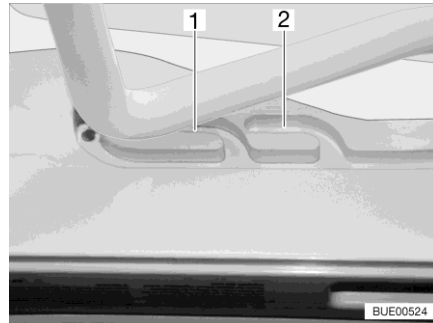
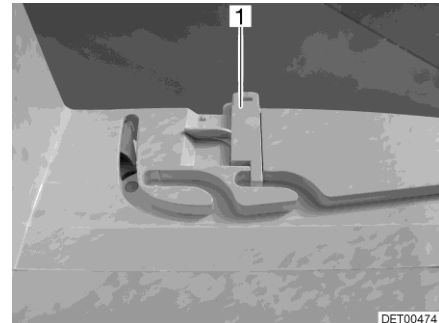

Bild 89 Spår (ventilationsläge)
Bild 90 Lås (ventilationsläge)
Heki-takluckan kan ställas i två ventilationslägen: Läget för dåligt väder (Bild 89,1) och mittläget (Bild 89,2). Beroende på modell kan takluckan låsas i mittläget med de båda spärrarna (Bild 90,1) till höger och vänster om ramen till takluckan.
- Tryck bygel lätt uppåt och skjut in den i det valda spåret (Bild 89,1 eller 2) och lås eventuellt.